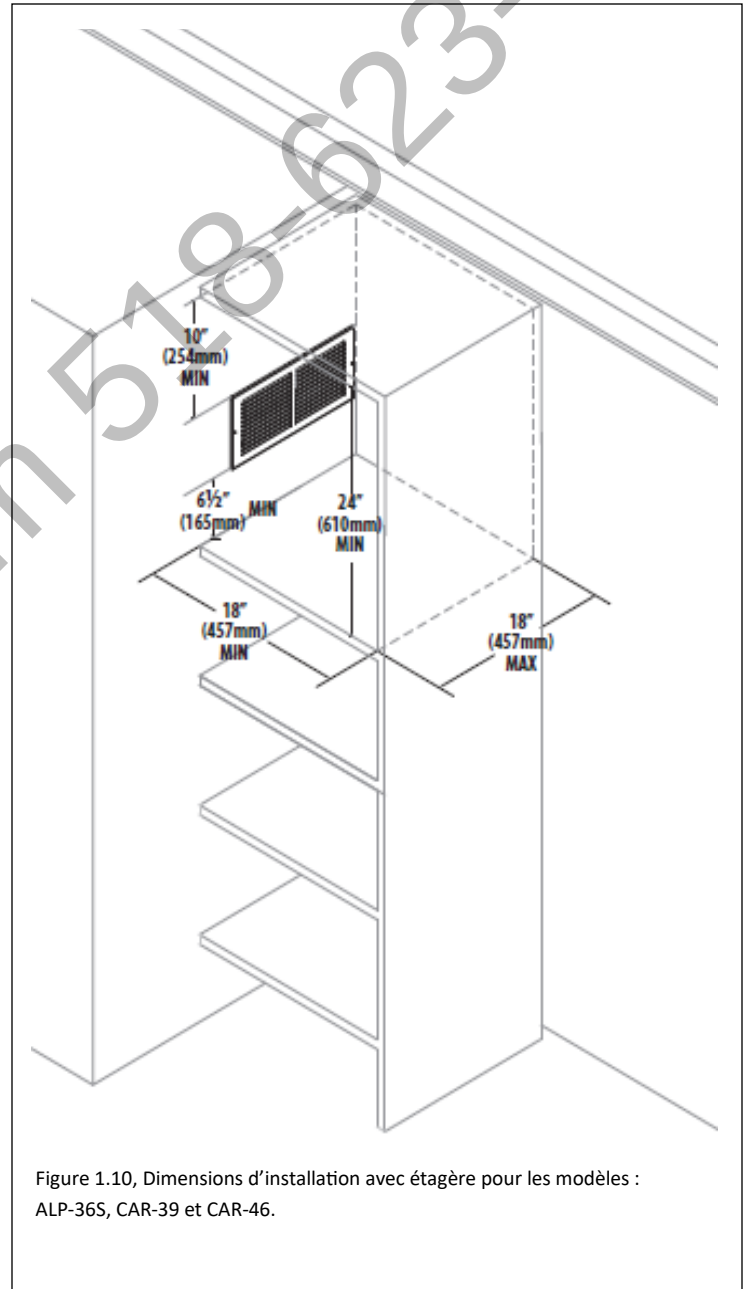

Figure 1.10, Dimensions d'installation avec étagère pour les modèles :
- La **Figure 1.10** montre les dimensions requises pour les modèles ALP-36S, CAR-39 et CAR-46 lorsque l'ouverture de sortie d'air est adjacente à une étagère murale ou une tablette encastrée.